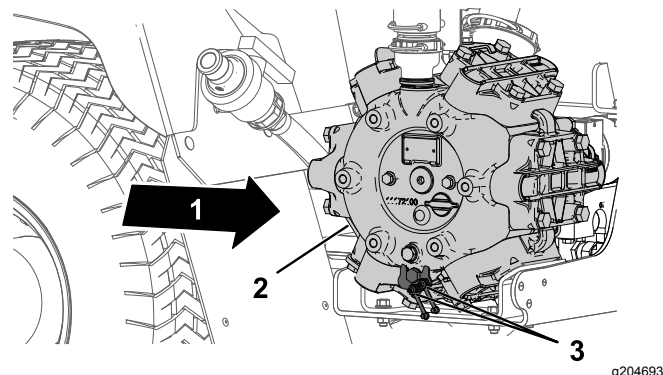

Рисунок 62
- Начисто протрите 2 выносные масленки (Рисунок 62).
- Закачайте в выносные масленки консистентную смазку (Рисунок 62).